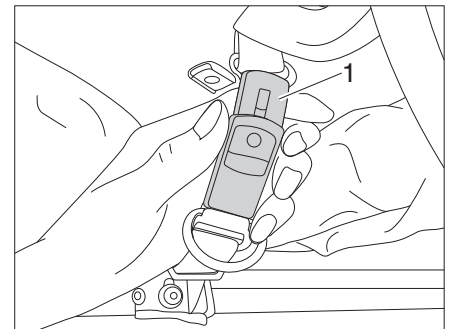

Bild 26 Sicherungsgurt schließen
- Sicherungsurte (Bild 26,1) schließen.